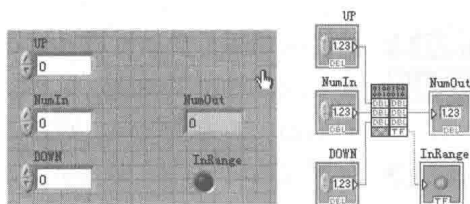

图 8-23 设置输入、输出参数
step 1 打开一个VI,放置一个CIN,配置输入、输出参数,如图8-23所示。
CIN的参数都是成对出现的。因为CIN的参数输入都是用指针传递的,传入的是地址,所以既可以作为输入,又可以作为输出。通过CIN的快捷菜单,可以设置为“只输出”。如图8-23所示,刚刚调入CIN时,CIN节点参数部分(NumIn)是空白,向下拖曳CIN节点,可以增加参数。
step 2 在快捷菜单中,选择“创建C文件”项后,将自动生成C文件框架,然后将自动生成的C文件加入到CUI项目中,并在CINRun中编写用户代码。下面是图8-23对应的CIN代码: